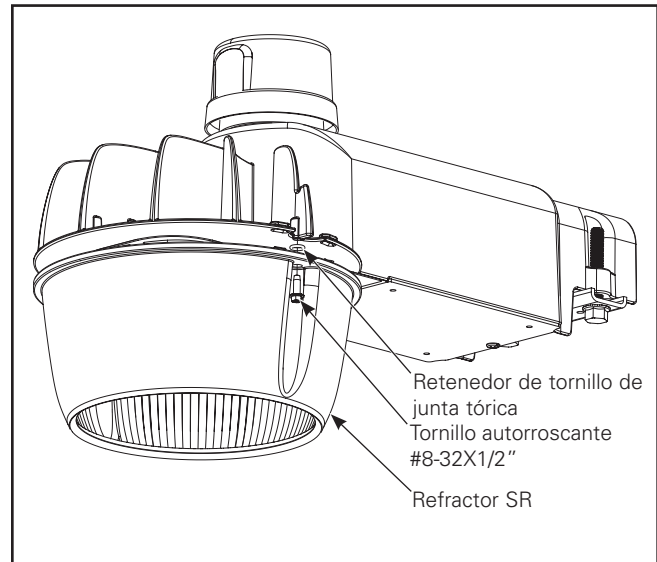

Figura 2.
2. Centre el refractor a la carcasa de la luminaria y alinee los orificios pasantes del refractor a los orificios de montaje de la carcasa de fundición. (Figura 2.)